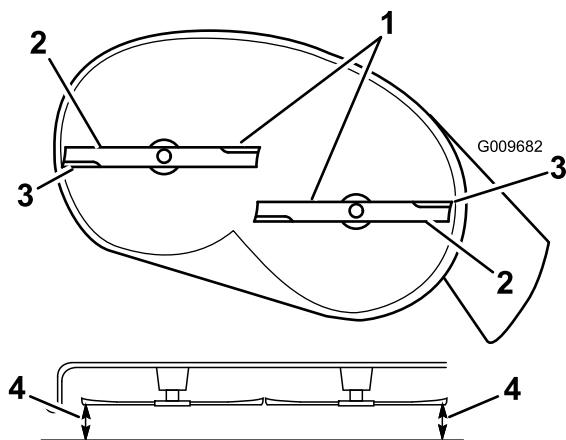
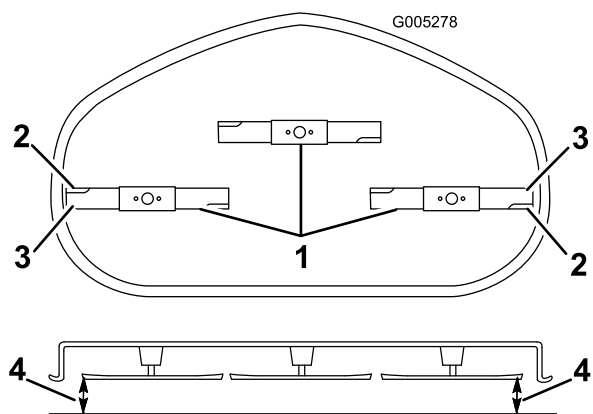

Figura 69
Figura 70
- Gire cuidadosamente las cuchillas hasta que estén todas orientadas lateralmente (Figura 69 y Figura 70).
5. Mida entre los filos de corte exteriores y la superficie plana (Figura 69 y Figura 70).